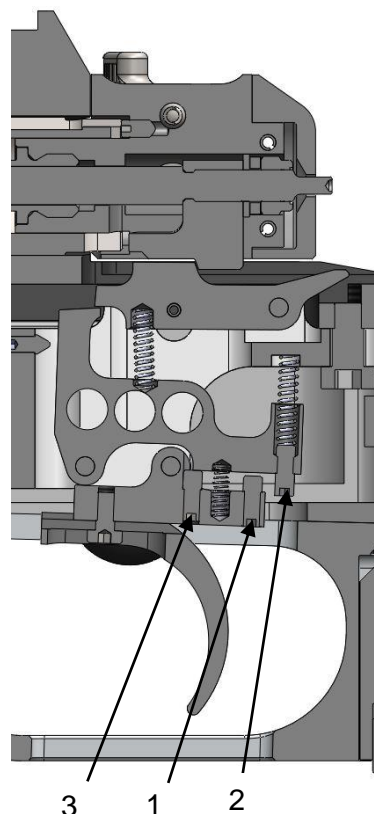

Bild 4
2.5.2.1 Rastüberdeckung einstellen (Bild 4)
2.5.2.2 Vorweg einstellen (Bild 4)
2.5.2.3 Abzugskraft einstellen (Bild 4)